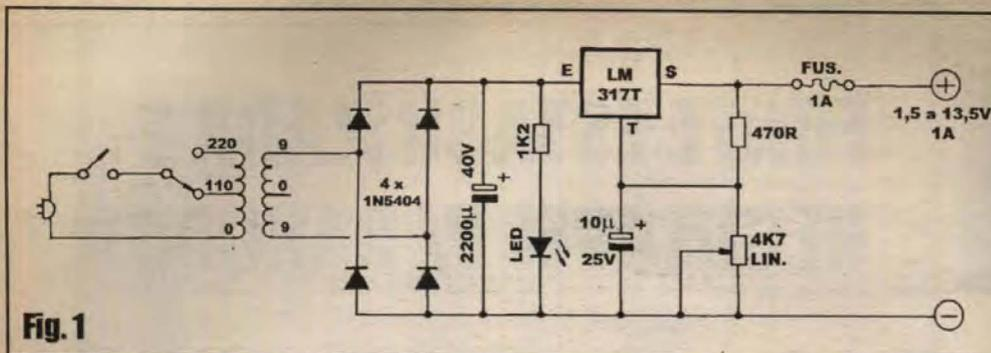

Fig. 1
- **FIG. 1 - DIAGRAMA ESQUEMÁTICO DO CIRCUITO** - Não há muito o que explicar, tecnicamente, sobre o circuito da **FERB**, uma vez que absolutamente *todo* o trabalho é executado por um único integrado específico - o LM317T - de baixo custo e desempenho perfeito, para a função...! Esse integrado se parece, externamente, com um transistor de potência comum, da série *TIP*, mostrando apenas três *perninhas* (uma para a *entrada*, uma para a *saída*, e outra para o referencial regulável de *terra*...). No mais, o arranjo se limita ao uso de um bom trafo de força com *secundário* capaz de oferecer